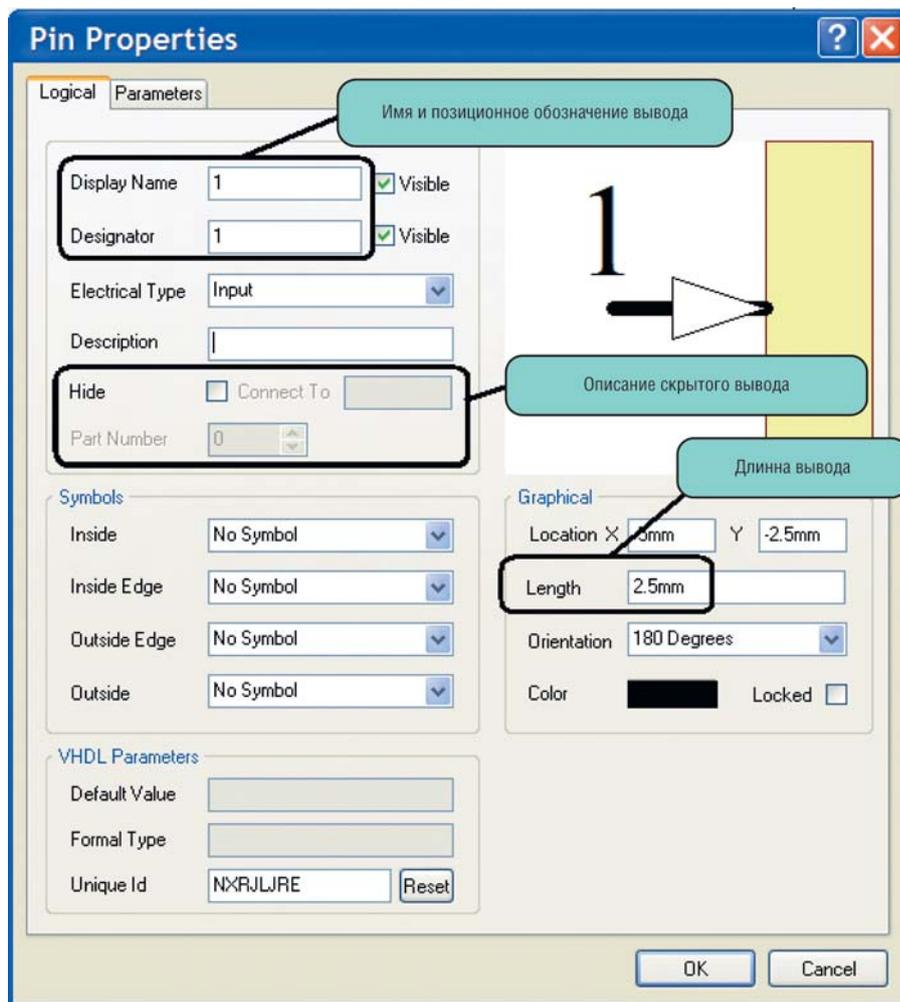

Рис. 6. Свойства вывода компонента
1. Выводы компонента устанавливаются командой *Place > Pin*, причём сразу после выполнения этой команды вывод становится привязанным к курсору, и в этот момент необходимо нажать клавишу *Tab* для установки свойств вывода. В открывшемся окне (см. рис. 6) следует указать название и позиционное обозначение вывода, которое соответствует номеру вывода корпуса микросхемы. Обязательно следует указать длину вывода, кратную 2,5 мм; остальные параметры, такие как электрический тип вывода и специальные символы, добавляются позже. При установке вывода он привязан к курсору большим вертикальным крестом, с другой стороны маленький диагональный крестик показывает электрическое окончание вывода (см. рис. 7). Для размещения первого вывода данного компонента его следует развернуть на 180 градусов нажатием клавиши *Space* (пробел). Установка вывода производится нажатием левой кнопки мыши, причём после установки в электрическом окончании вывода показаны четыре белые точки. Установим три вывода, как показано на рисунке 5, причём у вывода 3 следует отобразить инверсию, для чего в свойствах компонента параметру *Outside Edge* (символ снаружи на границе контура) выбирается значение *Dot* (Знак инверсии).